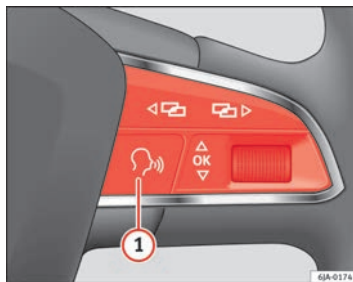

Abb. 41 Multifunktionslenkrad: Sprachbedienung
Drücken Sie kurz die Taste  **1** => Abb. 41 am Multifunktionslenkrad.
Wenn das System eine Sprachausgabe wiedergibt, muss diese durch kurzes Drücken der Taste  **1** => Abb. 41 des Multifunktionslenkrads beendet werden.
- durch kurzes Drücken der Taste  **1** => Abb. 41 am Multifunktionslenkrad.